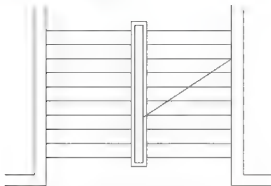

图 2.120 延伸斜线下端至扶手外侧
(2) 执行菜单栏中的【**修改**】|【**延伸**】命令, 将斜线下端延伸至扶手的外侧, 结果如图 2.120 所示。
(3) 单击【**修改**】工具栏上的【**打断**】图标或在命令行输入“BR”并按 Enter 键, 启动【**打断**】命令。
① 在 **break 选择对象** 提示下, 用拾取的方法选择斜线作为打断的对象。
② 在**指定第二个打断点或 [第一点 (F)]** 提示下, 输入“F”后按 Enter 键, 表示要重新选择第一打断点。